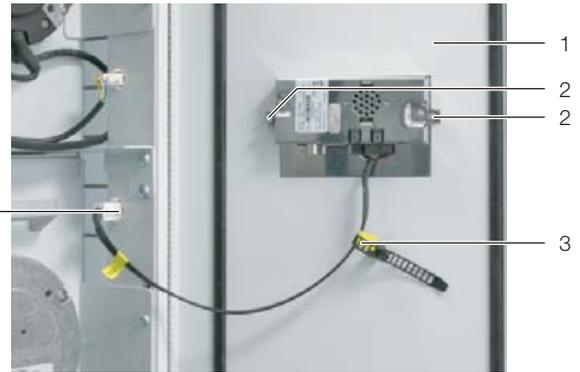

Abb. 37: Befestigen des Displays
- Schieben Sie das Display von außen in den Ausschnitt ein, bis es vorne an der Tür (Abb. 37, Pos. 1) des Liquid Cooling Package anliegt.
- Ziehen Sie von innen die beiden Befestigungsschrauben (Abb. 37, Pos. 2) an.
- Stecken Sie das Anschlusskabel des Displays an die entsprechende Buchse im Liquid Cooling Package an (Abb. 37, Pos. 4).
- Bringen Sie die Zugentlastung (Abb. 37, Pos. 3) am Anschlusskabel an, um eine versehentliche Beschädigung des Kabels z. B. beim Öffnen der Tür zu vermeiden.